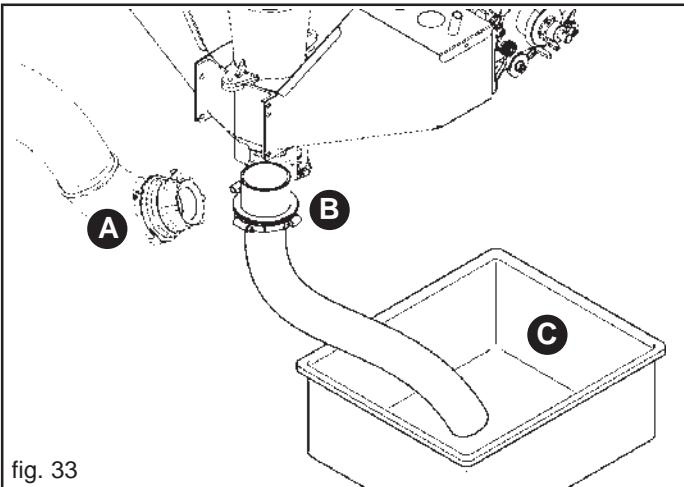

fig. 33
- 2) Togliere la curva posta sotto il canale dell'iniettore (A, Fig. 33), allentando la chiusura rapida.
- 3) Innestare nella medesima posizione il tubo di raccolta fornito in dotazione (B, Fig. 33) servendosi della chiusura rapida, ed al capo opposto del tubo posizionare un contenitore di raccolta (C, Fig. 33).